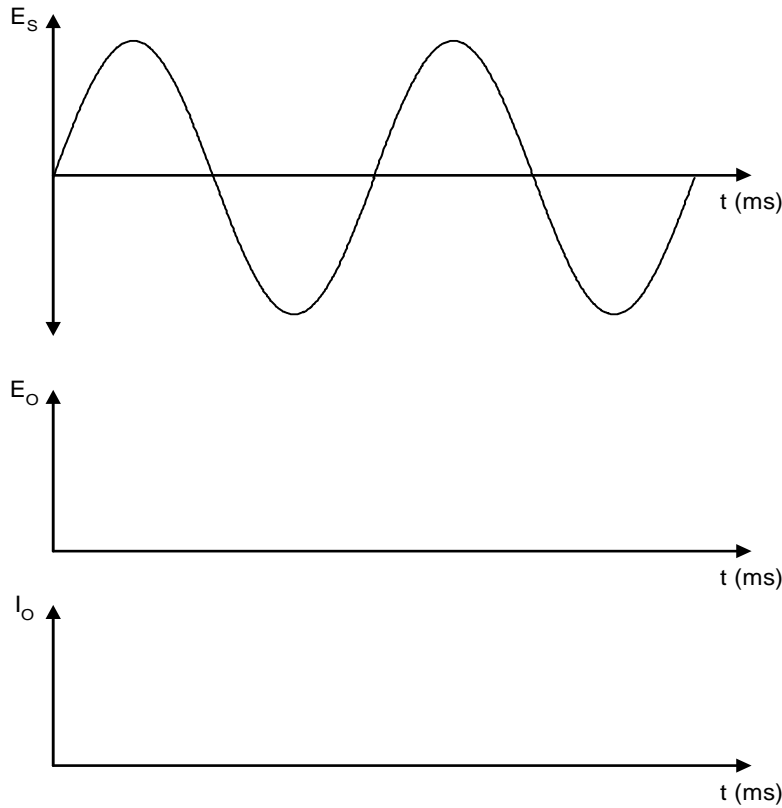

FIGURE 2-2
5. Tracez, à la Figure 2-2, les formes d'ondes de tension et de courant mesurées à l'oscilloscope. Alignez ces formes d'ondes par rapport à E_S et indiquez leurs valeurs réelles.